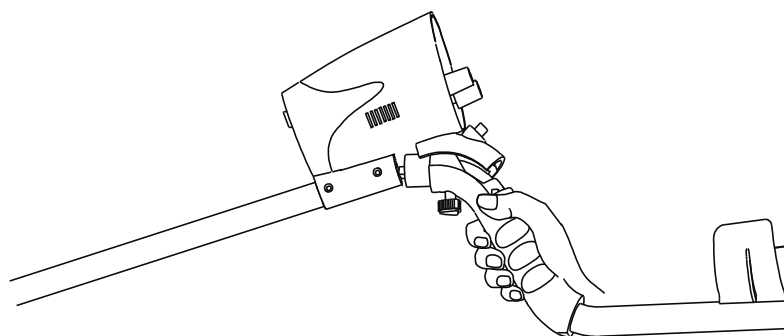

Fig. 1
1. Den afrundede, hævede plastikdel på håndtaget skal flugte med den afrundede rille i bunden af kontrolboksen (Fig. 1). Skub de to dele ind i hinanden.